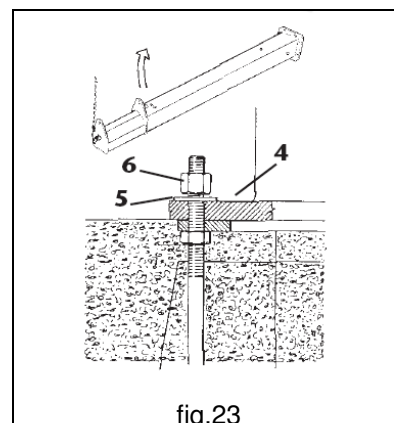

fig.23
3. Erigere la colonna priva di braccio, sollevandola nella parte superiore con idonee attrezzature dopo averla imbracata come indicato, montarla sulla cornice di fondazione posizionando correttamente la piastra di base **4** e accostare i dadi **6**, previa interposizione delle relative rondelle piane **5** (fig.23).